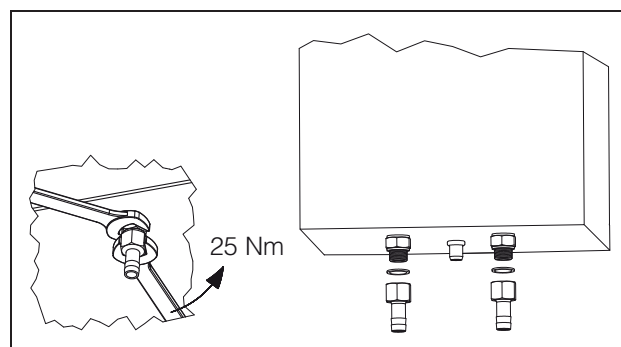

Imagen 16: Retirar la boquilla
- Para ello debe retirar la boquilla fijada al aparato (ver imagen 16).
- Para ello debe retirar la boquilla fijada al aparato (ver imagen 16, pág. 9).